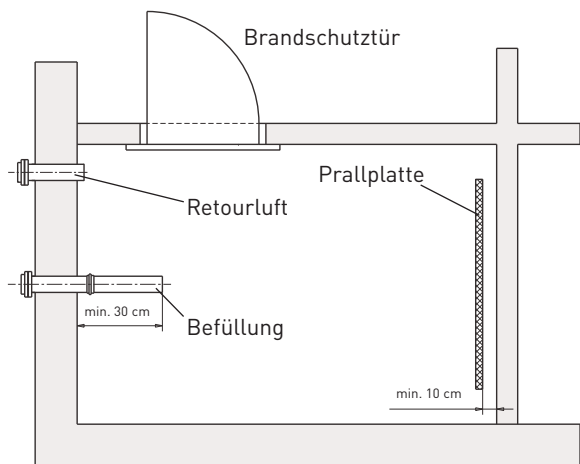
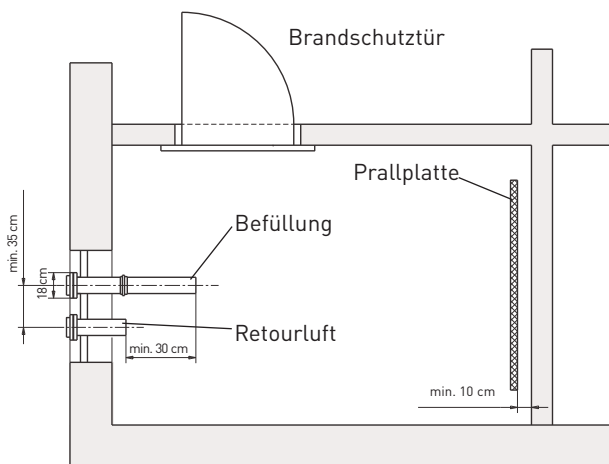

Abb. 6 Pelletslagerraum – Ansicht von oben
Abb. 7 Pelletslagerraum – Ansicht von oben
- Die **Anschlussstutzen (Befüll- und Retourluftstutzen)** sollten sich auf der schmälere Seite des Lagerraumes befinden und sind so anzuordnen, dass es während des Befüllvorganges zu keinem Überdruck im Lagerraum kommen kann. Der Retourluftstutzen muss innen so kurz wie möglich mit der Wand abschließen (Erdung muss noch montierbar sein) und sollte in Türnähe angeordnet werden. Der Befüllstutzen sollte mittig in der Wandbreite eingebaut werden und mindestens 30 cm in den Raum hineinragen – Abb. 6. Die Anschlussstutzen (Befüll- und Retourluftstutzen) können auch durch eine vorhandene Fensteröffnung durchgeführt bzw. montiert werden – Abb. 7.